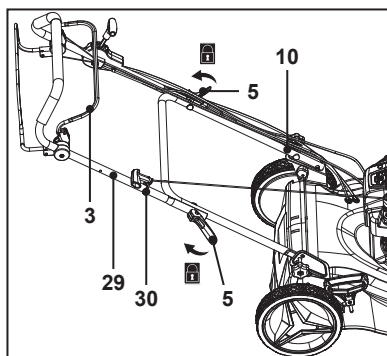

Fig. 3
1. Déplier et desserrer les leviers de serrage (5) dans le sens antihoraire des deux côtés des guidons (10, 29), sans les retirer.
2. Aligner les trous de montage du guidon supérieur (29) et inférieur (10). S'assurer que le guidon supérieur (29) est positionné avec le levier de frein (3) orienté vers le haut.
3. Fixer le guidon supérieur (29) au guidon inférieur (10) en repliant les leviers de serrage (5) vers les guidons (10, 29). Si le levier de serrage (5) ne peut pas être replié, le desserrer puis le replier à nouveau. S'il est trop lâche, le serrer en tournant le levier de serrage (5) dans le sens horaire (Fig. 3).
4. S'assurer que le crochet préassemblé pour la poignée du lanceur (30) repose sur le côté droit (vue depuis la position de l'opérateur).